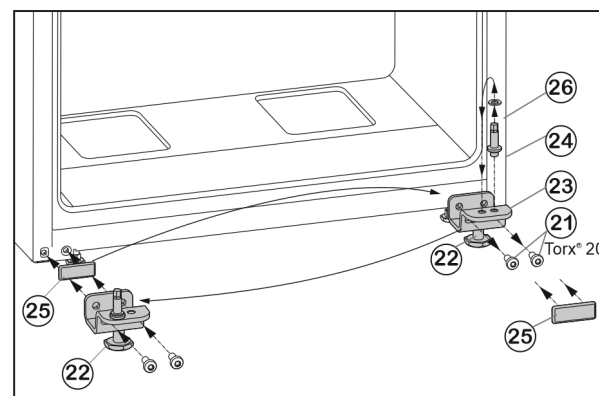

Fig. 7
- Svitare le viti di fissaggio Fig. 7 (21).
- Rimuovere completamente il cuscinetto di supporto inferiore Fig. 7 (23) con il perno del cuscinetto Fig. 7 (24), la rondella Fig. 7 (26) e il piede di regolazione Fig. 7 (22).
- Allentare completamente il perno del cuscinetto Fig. 7 (24) con la rondella Fig. 7 (26) nel foro di supporto situato nel lato opposto del cuscinetto di supporto e riavvitare saldamente.
- Estrarre con cautela la piastra di copertura Fig. 7 (25) e riapplicarla sul lato opposto.
- Riavvitare **saldamente (con 4 Nm)** tutto il cuscinetto di supporto inferiore Fig. 7 (23) con il perno del cuscinetto Fig. 7 (24), la rondella Fig. 7 (26) e il piede di regolazione Fig. 7 (22) sul nuovo lato della cerniera, eventualmente con l'ausilio di un avvitatore a batteria.
- Appoggiare la porta inferiore dall'alto sul perno cuscinetto Fig. 7 (24).
- ▶ Svitare il piedino regolabile Fig. 7 (22) sul cuscinetto di supporto inferiore Fig. 7 (23), fino a farlo appoggiare sul pavimento.